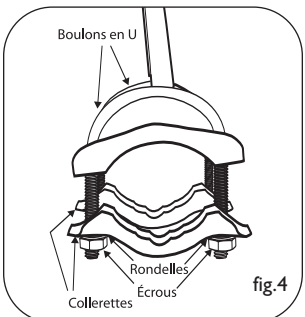

fig.4
1. Insérez les boulons en U dans les trous du support sur le mur ou sur le mât (fig. 4).
2. Faites glisser les colliers du mât sur les boulons en U (fig. 4).
3. Fixez les 4 écrous avec les rondelles frein sur les boulons en U en ne les serrant pas trop fort (fig. 4).